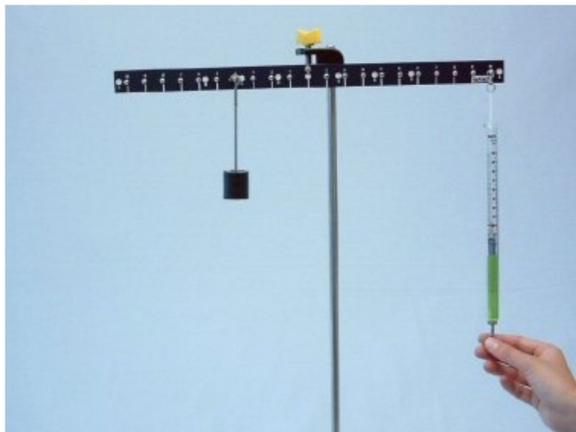

Fig. 7
- Sposta il carico successivamente alle tacche 8, 6, 4 e 2 sul lato sinistro e misura forza F per ciascuna posizione (Fig. 7).